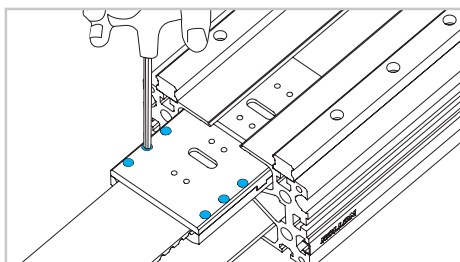

Fig. 14
- 15) Muovere la parte interna del carro all'estremità del profilo, rimuovere le viti di serraggio della cinghia e quindi la cinghia stessa (Fig. 14).
- 18) Muovere il carro interno all'estremità del profilo e rimuovere le viti di fissaggio della cinghia (Fig. 14).